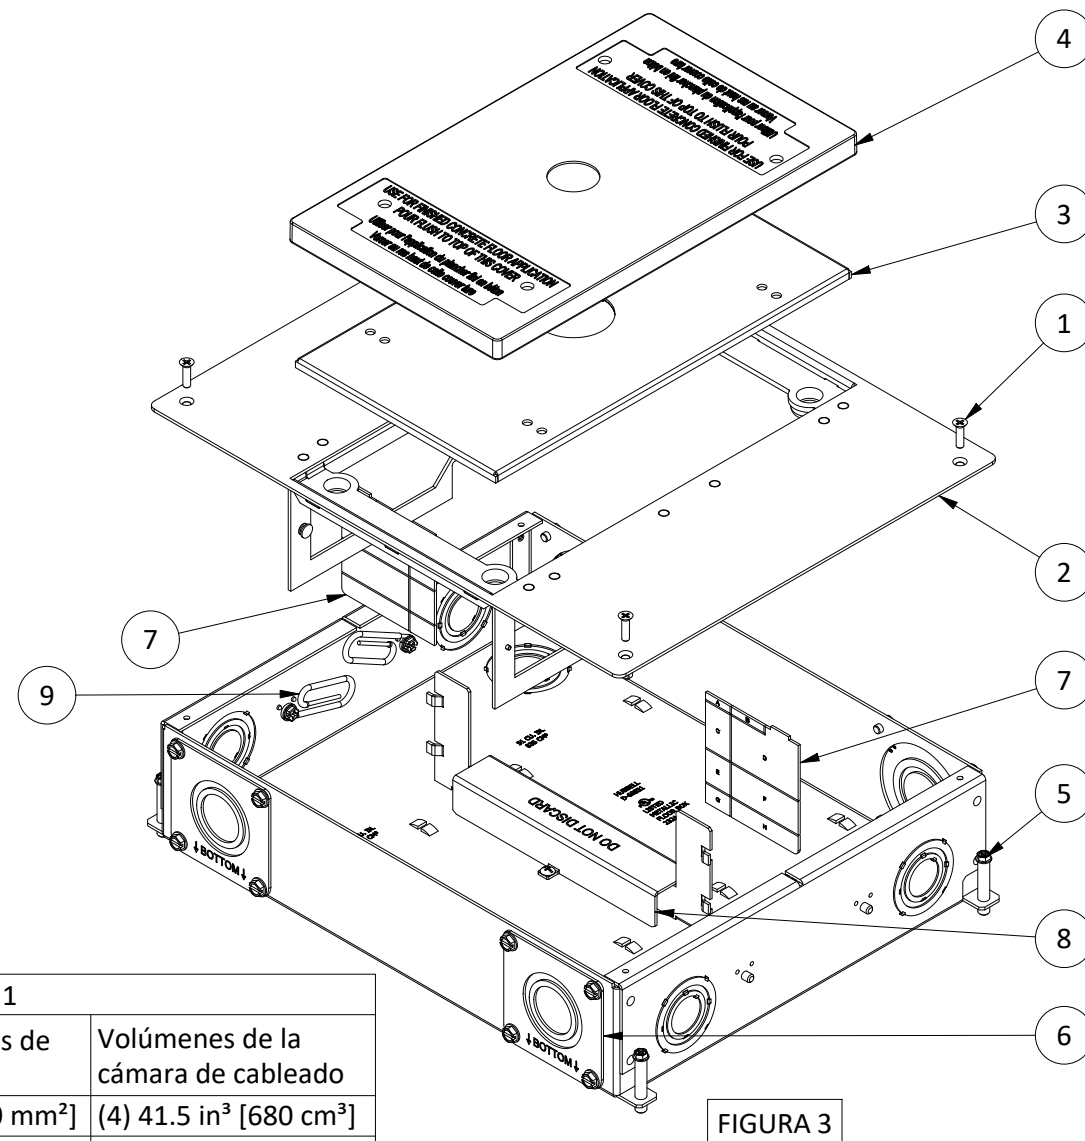

FIGURA 3
3. Instale los tornillos de nivelación [5] como se muestra en la Figura 3. Nivele la caja según sea necesario. Asegúrese de establecer la altura de la parte superior de la caja o la cubierta de plástico temporal para que quede al ras con el nivel final del vaciado de concreto.